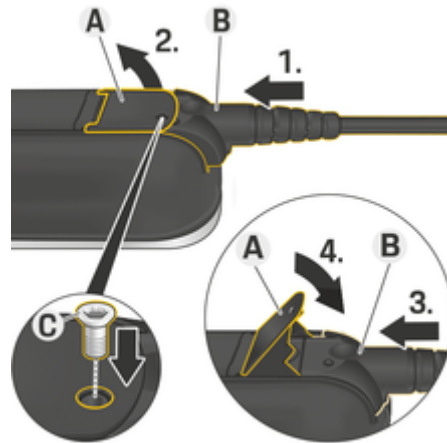

图 16: 固定电缆和固定插头
✓ 杆 A (图 16) 已合上。
1. 将插头 B (图 16) 插入控制单元内，直至感觉到阻力。
2. 提升杆 A (图 16)。
3. 完全推入插头 B (图 16)。
4. 合上杆 A (图 16)。
5. 将插头 B (图 16) 使用螺钉 C (图 16) 固定到控制单元上。